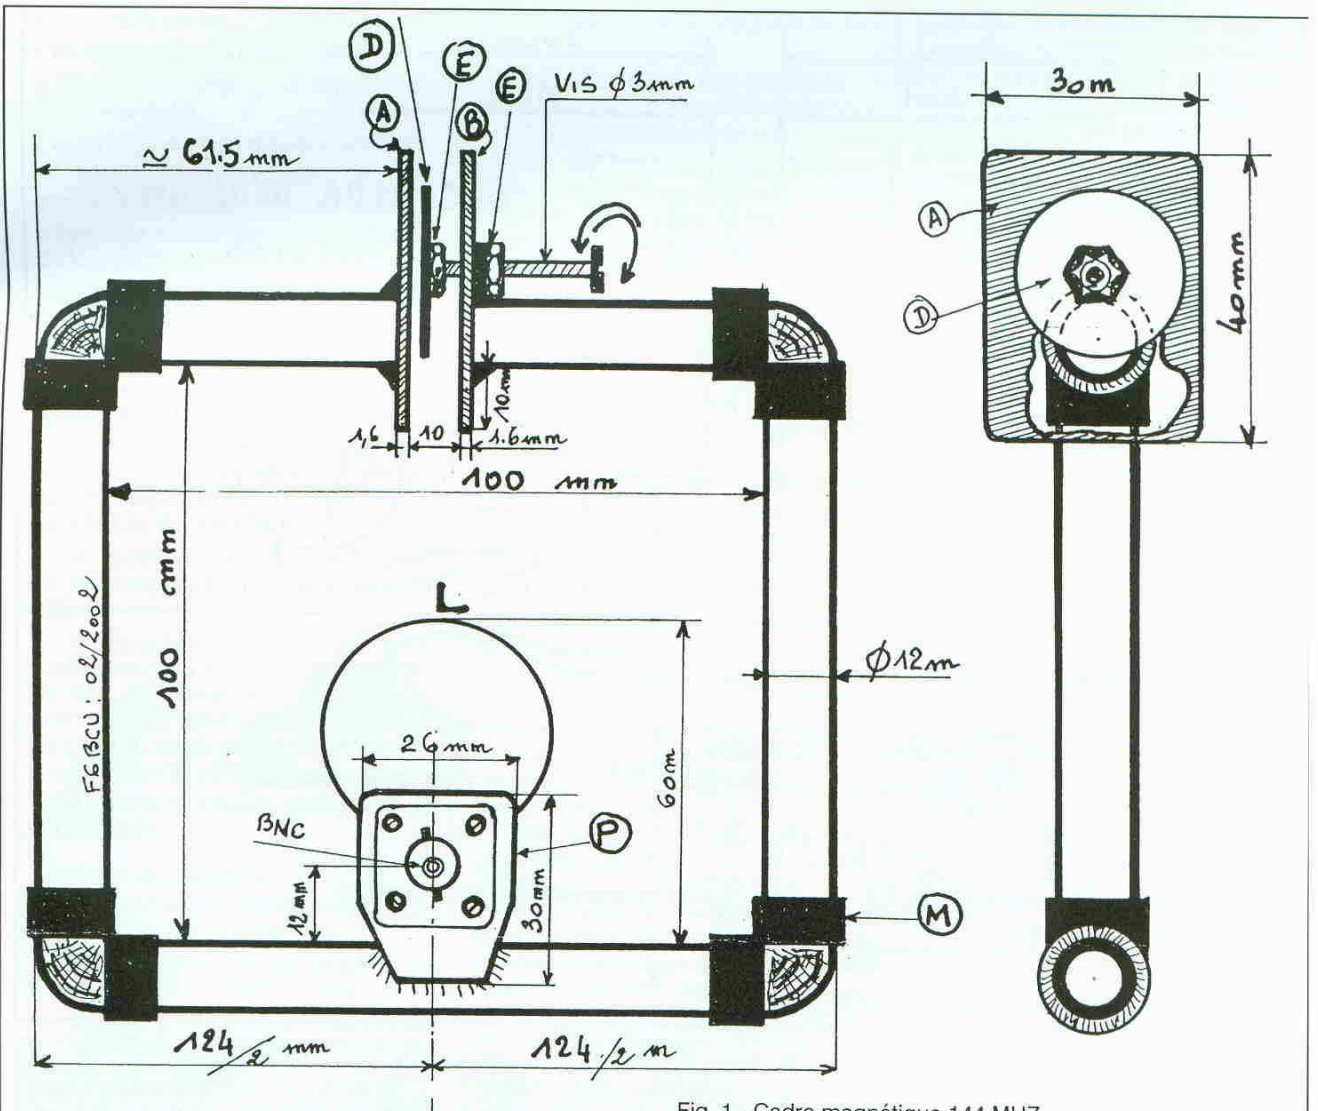

Fig. 1 - Cadre magnétique 144 MHz
(figure 1)
La figure 1 (Cf page ci-contre) donne à une échelle voisine de 1/1 une vue complète de l'antenne.
- Détail des composants du cadre magnétique figure 1 :**